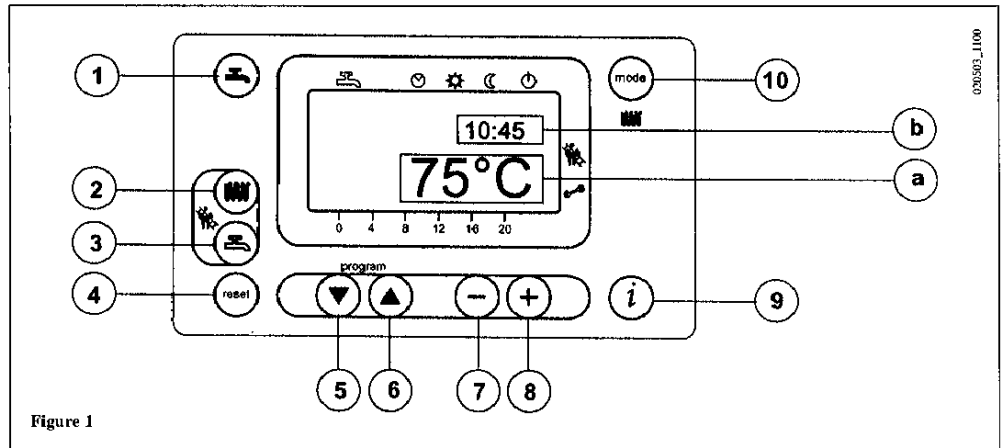
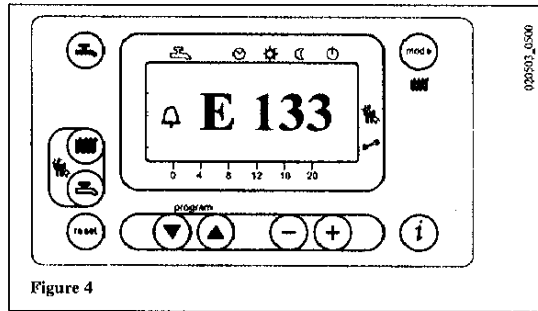
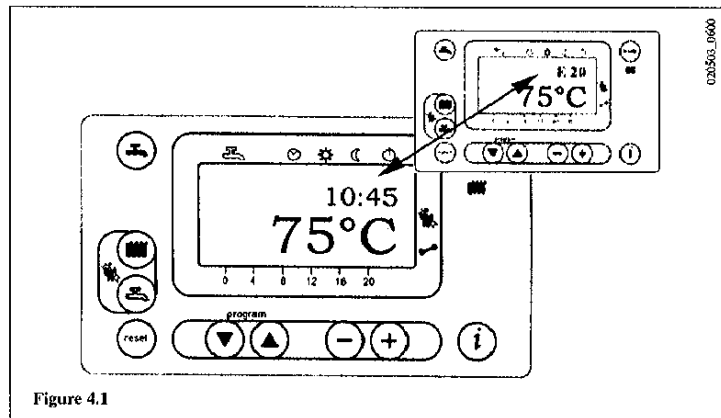

Figure 1
Figure 4
Figure 4.1
- Appuyer sur la touche  $\textcircled{2}$  (2- figure1) pour régler la température de l'eau de chauffage;
- Appuyer sur une des deux touches  $\textcircled{1}$   $\textcircled{10}$  (1 o 10 - figure1) pour mémoriser et retourner au menu principal.
*N.b – Avec une sonde externe reliée, à l'aide de la touche  $\textcircled{2}$  (2 – figure1) il est possible d'effectuer la translation de la courbe de chauffage. Appuyer sur les touches  $\ominus$   $\oplus$  pour diminuer ou augmenter la température ambiante de la pièce à chauffer.*
- Appuyer sur la touche  $\textcircled{3}$  (3-figure 1) pour régler la température maximum de l'eau en mode sanitaire;
En cas d'anomalie, un code de signalisation clignotant s'affiche sur l'afficheur. Sur l'afficheur principal (figure 1 a), les signaux d'anomalie et le symbole  (figure 4) apparaissent. Le réarmement est possible à l'aide de la touche de réinitialisation , sur laquelle il faut appuyer pendant deux secondes au moins.
Sur l'afficheur secondaire (figure 1 b), les signaux d'anomalie et l'heure qui s'alternent en clignotant (figure 4.1) apparaissent. La RAZ des anomalies qui apparaissent sur l'affichage secondaire n'est pas possible avant d'avoir d'abord éliminé la cause qui en a provoqué la signalisation.